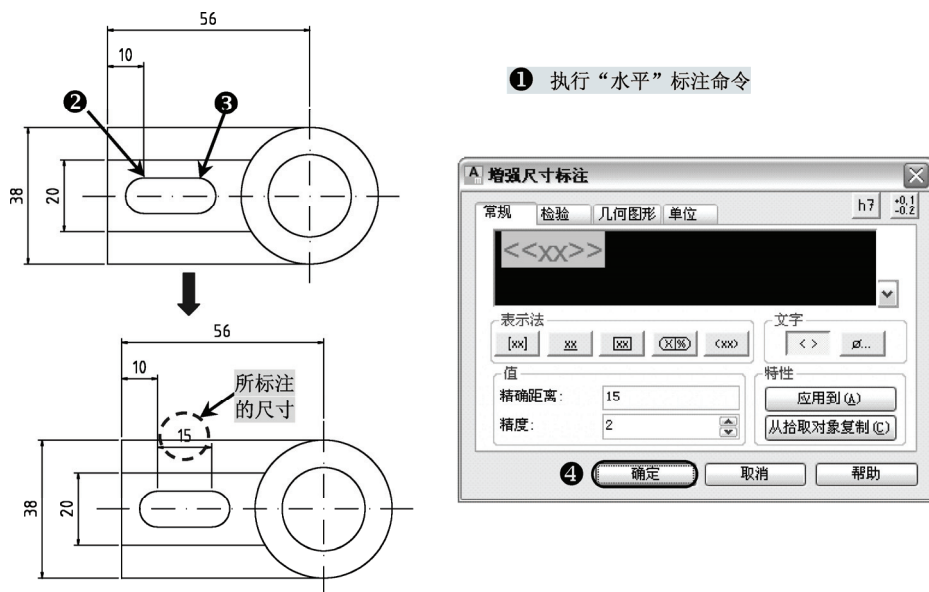

图 4-40 水平标注
7) 执行“水平”命令 (ampowerdim_hor) 后, 选择图示的两点, 在单击尺寸数字放置位置, 弹出“增强尺寸标注”对话框, 因为该尺寸不需要添加标识, 所以直接单击“确定”, 对“俯视图”中键槽两圆弧的圆心距离进行标注, 如图 4-40 所示。